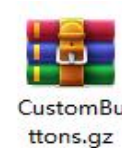

Imagen 2: paquete de botones personalizados
1. El software permite a los usuarios agregar botones personalizados, puede agregar botones personalizados en el software de acuerdo con su uso. Recomendamos los botones personalizados oficiales de LaserGRBL. Dirección de descarga del botón personalizado: <http://lasergrbl.com/usage/custom-buttons/>. El botón personalizado descargado se muestra como se muestra en la figura. (Imagen2)